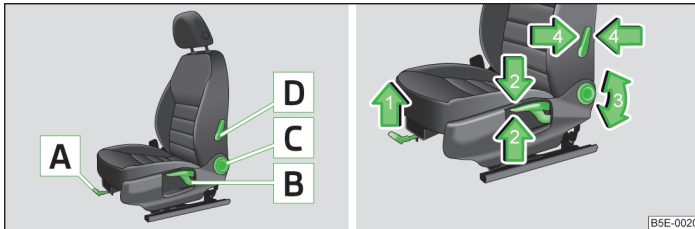

Abb. 46 Bedienelemente für manuelle Sitzeinstellung
- Den Hebel **A** » Abb. 46 in Pfeilrichtung 1 ziehen und den Sitz in die gewünschte Richtung schieben.
- Den Hebel **B** » Abb. 46 in Richtung eines der Pfeile 2 wiederholt ziehen bzw. drücken.
- Die Sitzlehne entlasten (sich nicht anlehnen) und das Handrad **C** » Abb. 46 in Pfeilrichtung 3 drehen.
- Den Hebel **D** » Abb. 46 in Richtung eines der Pfeile 4 drücken